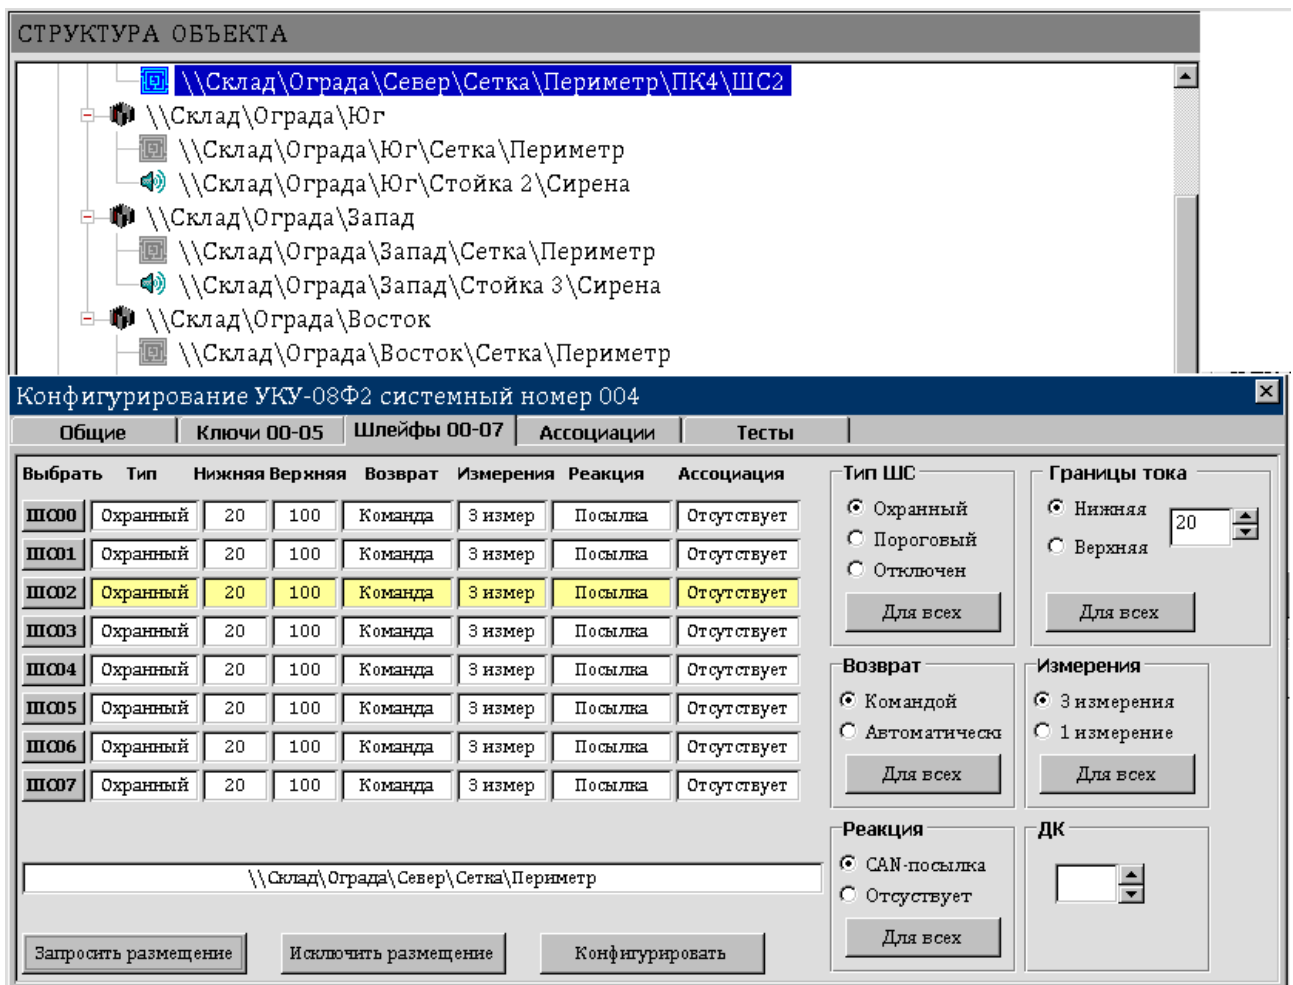

Рисунок 3.16. Привязка сигнала через окно "Конфигурирование".
3.6.11 Другим способом привязки сигналов является следующая процедура. Щелкните левой кнопкой мыши на ПК с системным номером 4 (рис.3.16). В появившемся меню выберите пункт "Управление". На экране появится окно "Конфигурирование УКУ-08Ф2 системный номер 004". Щелкните на вкладку "Шлейфы 00--07" и нажмите на кнопку "ШС02". Строка с информацией о ШС02 будет подсвечена желтым цветом. В окне "Структура объекта" выберите элемент "Периметр" зоны "Север". В окне "Конфигурирование ..." нажмите кнопку "Запросить размещение". В поле над кнопкой будет указано размещение сигнала, выбранного в окне "Структура объекта", и в дереве будет обновлена привязка сигнала: